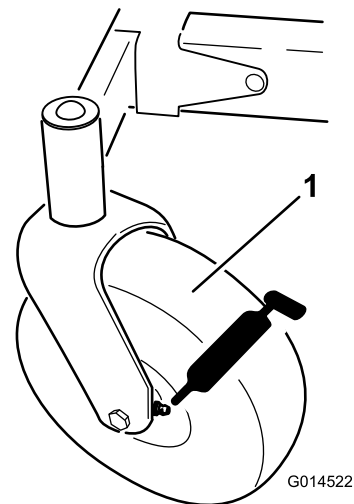
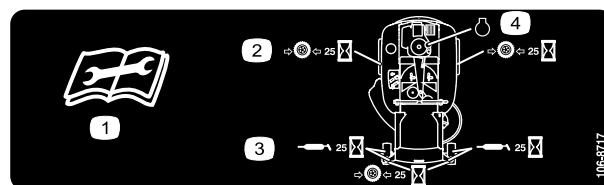

Figure 28
Figure 29
3. Nettoyez les graisseurs (Figure 28 et Figure 29) à l'aide d'un chiffon. Grattez la peinture qui pourrait se trouver sur les graisseurs.
4. Raccordez une pompe à graisse à chaque graisseur (Figure 28 et Figure 29). Injectez de la graisse dans